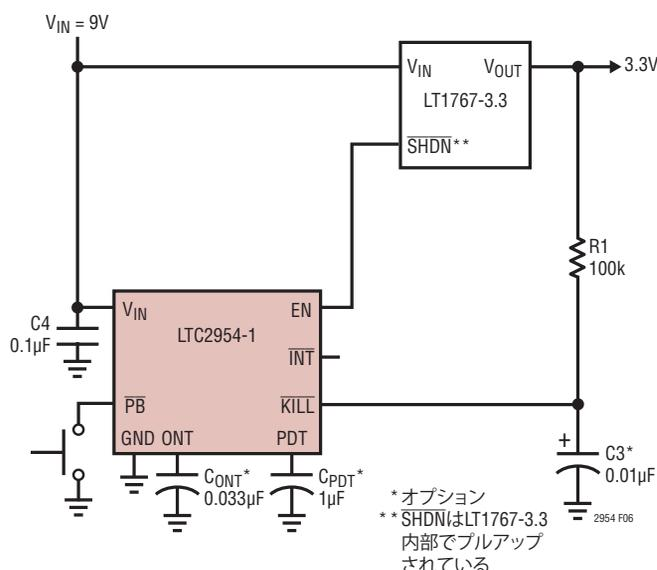

図6.  $\mu\text{P}$ なしのアプリケーション
**$\overline{\text{KILL}}$  (ピン8/ピン5)**: KILL入力。 $\overline{\text{KILL}}$ を“L”に強制するとイネーブル出力が解放されます。システムのターンオン時にこのピンは512msの内部タイマ( $t_{\text{KILL,ON BLANK}}$ )によってブランキングされるので、システムは $\overline{\text{KILL}}$ を“H”に引き上げることができます。このピンのスレッシュホールドは正確に0.6Vなので、電圧モニタ入力として使うことができます。使用しない場合は、低電圧出力電源に接続します(図6を参照)。
$\overline{\text{KILL}}$ ピンをドライブするのに使用できる回路がないときは、 $\overline{\text{KILL}}$ ピンを図6に示すように接続します。検出される最小パルス幅は30 $\mu\text{s}$ です。